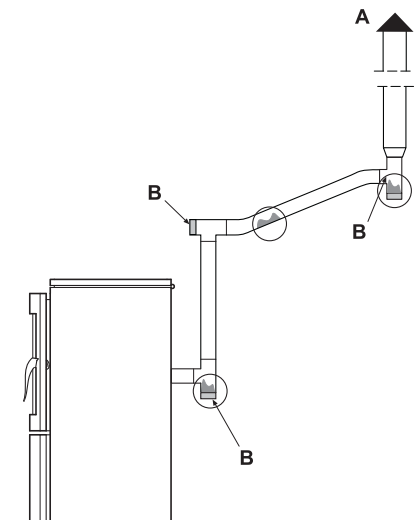

Fig. 8.2.5
A) Comigolo antivento (Fig. 8.2.5).
B) Ispezione. (Fig. 8.2.5).
A) Chimenea antiviento (Fig. 8.2.5).
B) Registro (Fig. 8.2.5).
A) Windproof chimney top (Fig. 8.2.5).
B) Inspection. (Fig. 8.2.5).